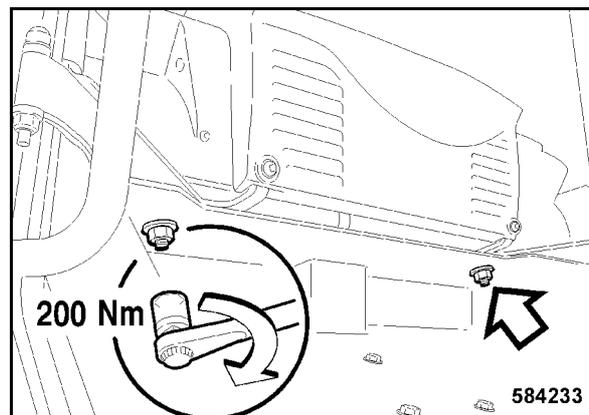

Рис. 218
- На обе шпильки навинтить гайки с шайбами и затянуть с 200 Нм (Рис. 218).